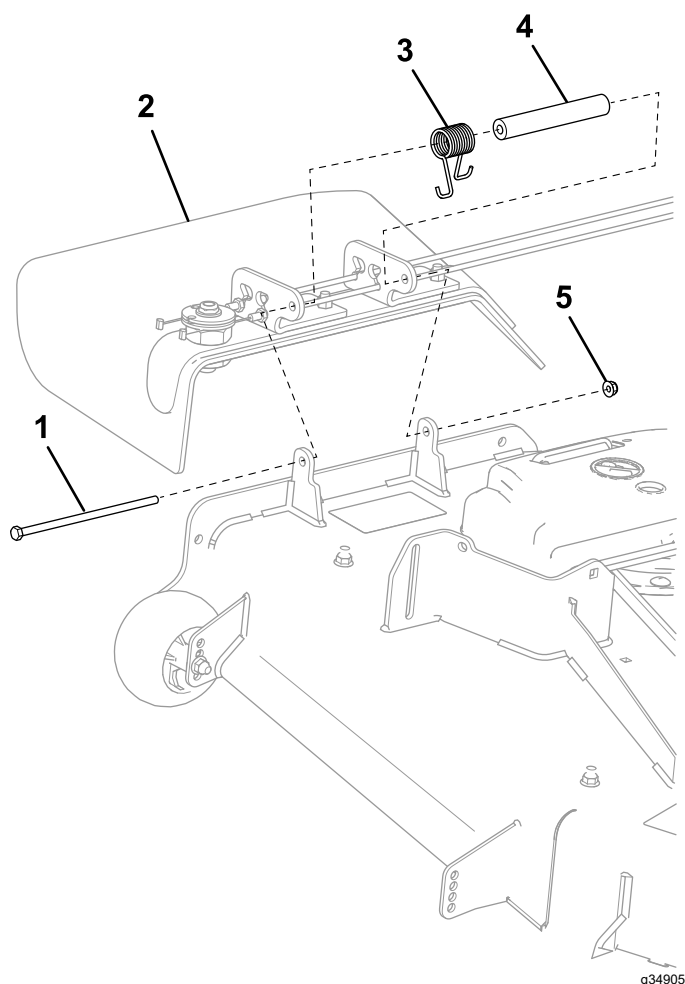

Figura 7
1. Coloque el nuevo espaciador y muelle en el conducto de descarga (Figura 7).
2. Instale el perno de cabeza hexagonal (5/16" x 7½") y la contratuerca (5/16"), tal y como se muestra en la Figura 7.